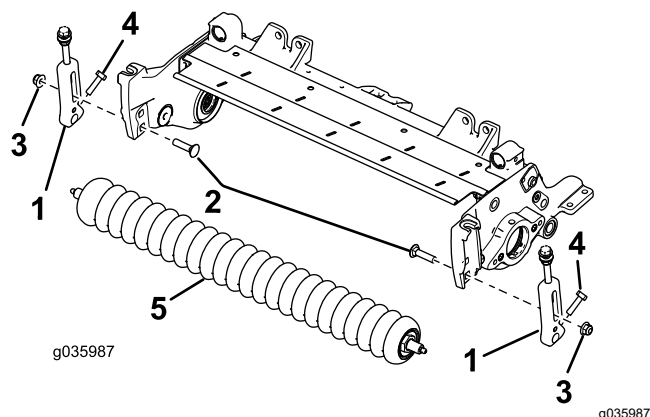

図 4
6. 刈高ブラケットをカッティングユニットのサイドプレートに固定しているキャリッジボルトとロックナットを外す 図 4。
7. 刈高ブラケットをローラシャフトの前に固定しているねじをゆるめる 図 4。
8. カッティングユニットのサイドプレートから既存の刈高ブラケットと前ローラを取り外す 図 4。